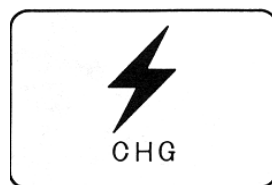

Fig. 2.6 Lámpara de aviso de carga
- Esta lámpara se ilumina para indicar una anomalía en el sistema de carga con el motor en marcha. (Ver Fig. 2.6)